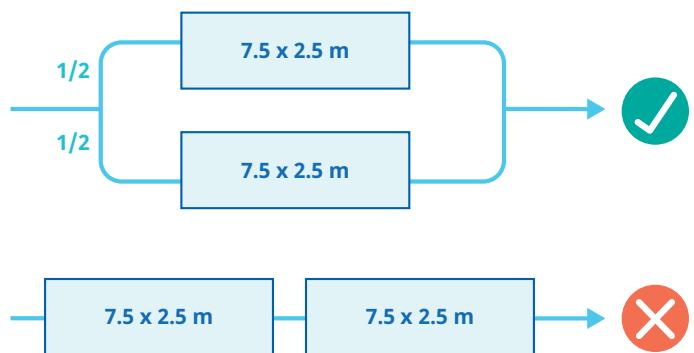

Figura 4: Aumento dell'area di decantazione con due bacini
- Se la decantazione è insufficiente, è necessario installare in parallelo un secondo bacino (ampliamento della zona calma = superficie utilizzabile (vedi Figura 4)) oppure implementare un sistema di flocculazione.